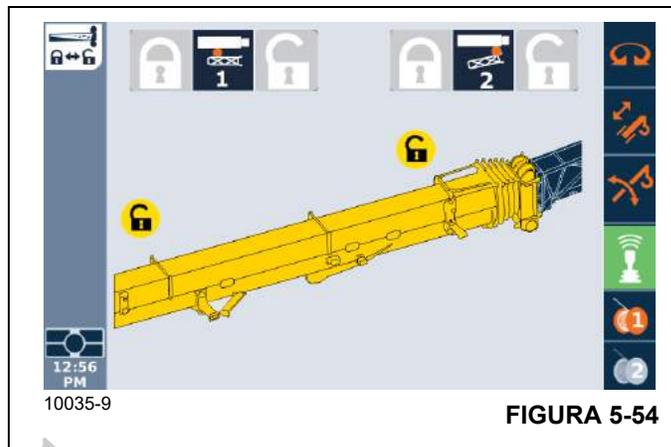

FIGURA 5-54
- Gire o botão (3) para aliviar a pressão para retrainir o pino do macaco.
21. No mostrador do ODM (Figura 5-54), certifique-se de que o ODM exiba que a extensão da lança está elevada.